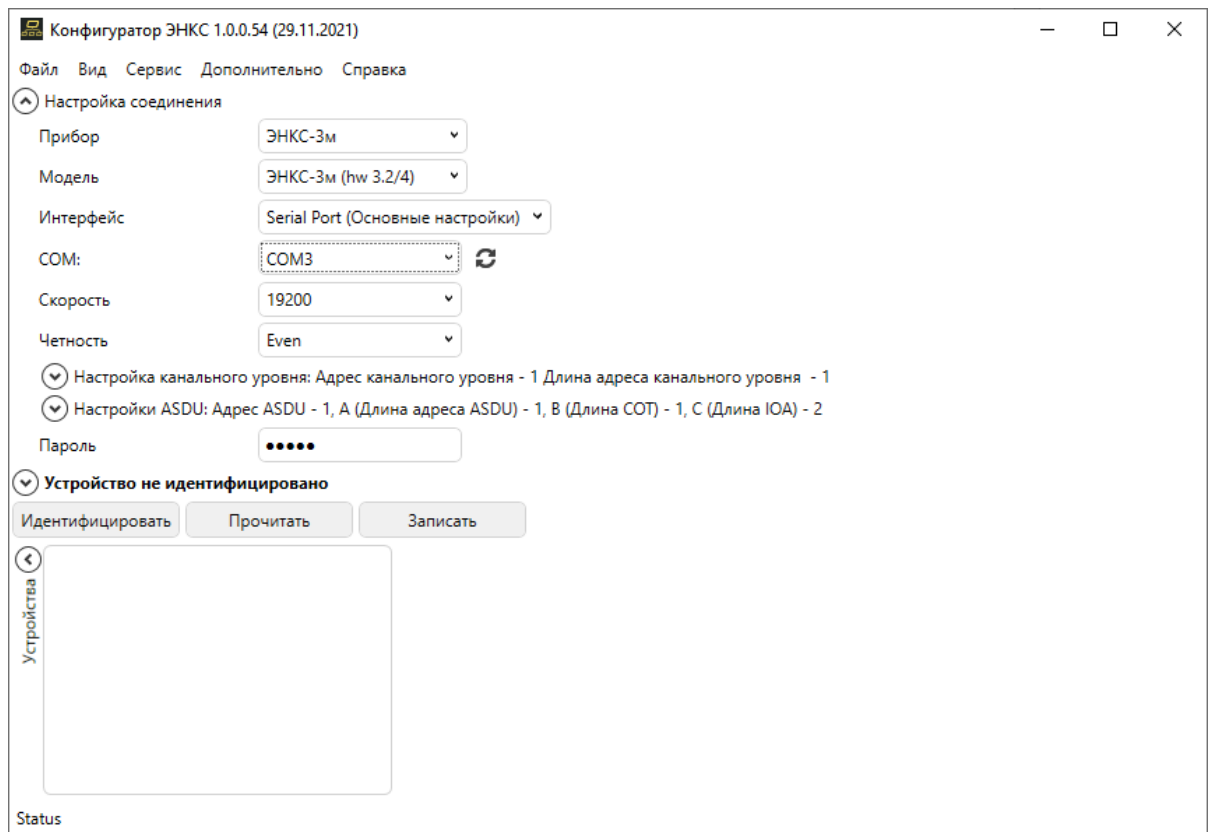

Рисунок 4.2. Окно настроек подключения через последовательный порт
- 1) Serial port (прибор подключается к ПК по RS-232 или RS-485) (рис. 4.2).